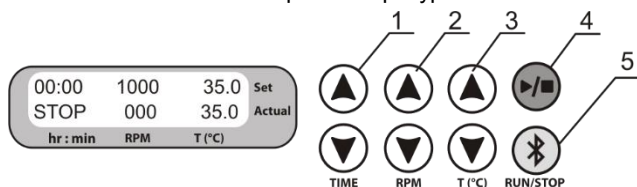

Рис. 3. Панель управления
- 5.2.1. Одновременно нажмите кнопки ►/■ **RUN/STOP** и ✖ **RUN/STOP** (рис. 3/4 и 3/5) чтобы посмотреть версию ПО прибора (PV-XX), последние 4 цифры MAC адреса address (MAC-XXXX) в верхней строке. Когда прибор подсоединён к ПК, дисплей отображает символ Bluetooth® ✖ в правом верхнем углу и 14-цифровой серийный номер в нижней строке.
- 5.5.1. **Установка времени (TIME).** С помощью соответствующих кнопок ▼ и ▲ **TIME** (рис. 3/1), установите необходимый интервал времени в часах и минутах (шаг 1 мин.).
- 5.5.2. **Установка скорости (RPM).** С помощью соответствующих кнопок ▼ и ▲ **RPM** (рис. 3/2), установите необходимую скорость (шаг 10 об/мин).
- 5.5.3. **Установка температуры (T, °C).** С помощью соответствующих кнопок ▼ и ▲ **T (°C)** (рис. 3/3), установите необходимую температуру (шаг 0,1°C).
5.6.2. Нажмите кнопку ►/■ **RUN/STOP** (рис. 3/4). При этом начинается движение платформы и таймер начнет отсчет установленного интервала времени (с точностью до 1 мин.).
5.8. При необходимости, можно перезапустить таймер во время его работы. Для этого дважды нажмите кнопку ⚡ **RUN/STOP** (рис. 3/5), первый раз для остановки таймера, второй — для повторного запуска.